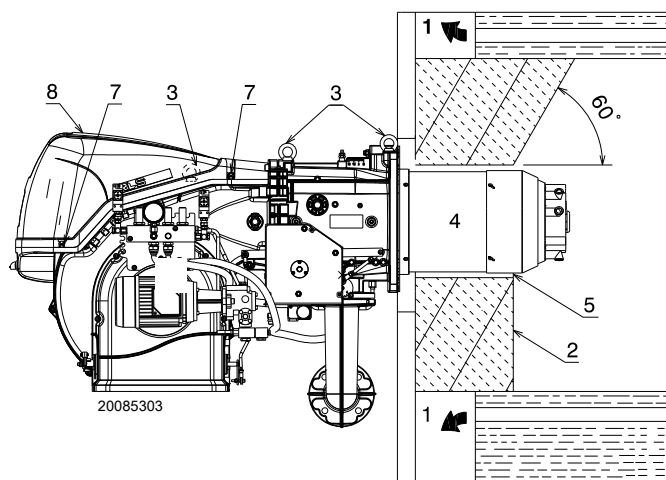

图 14
对于带前烟道 1)(图 14) 或回焰式炉膛的锅炉, 必须在锅炉炉补 2) 和烟道 4) 间插入炉补材料 5) 保护。
对于带水冷却前板的锅炉, 则不需要耐火材料制成的炉补 2)-5)(图 14), 除非锅炉制造商另有要求。
准备合适的起吊系统, 使用起吊环 3) (图 14)。
- ▶ 将随附的隔热垫安装到燃烧筒 (4) (图 14) 上。